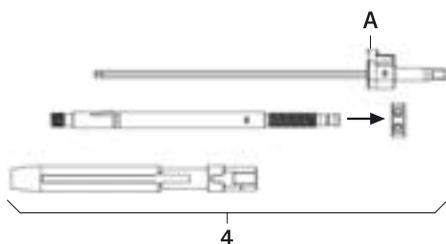

Abb. 1
- Repositionshebel 4 demontieren, siehe Abb. 1: Knopf A stark drücken und Schraubendreher FW234R entnehmen.